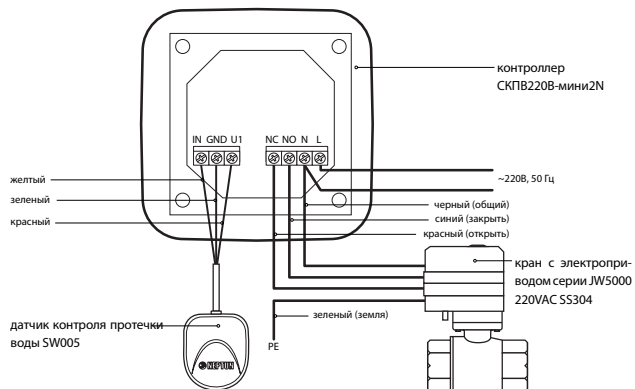

Рис. 8 Схема подключения к контроллеру СКПВ220В-мини2N датчиков контроля протечки воды SW005 и кранов серии JW5000 220VAC S5304.
Подключение кранов с электроприводом к контроллеру СКПВ220В-мини2N выполнить в соответствии с рис. 8.
Напряжение питания на контроллер должно быть подано из силового шкафа через УЗО (номиналом 30 мА). К контроллеру подвести фазу и ноль согласно схеме подключения (рис. 8).
3. выполните соединение проводов в соответствии со схемой (рис. 8);